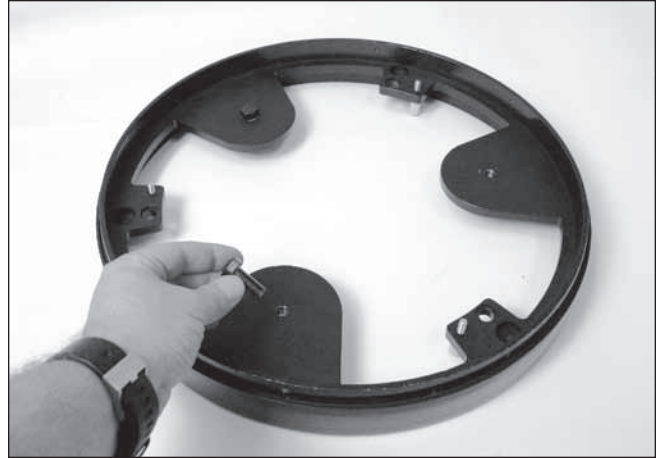

Abbildung 19. Führen Sie die drei Gegengewicht-Befestigungsschrauben in die Löcher des hinteren Endrings und ziehen Sie sie mit einem Schraubenschlüssel fest.
2. Schrauben Sie die drei Gegengewicht-Befestigungsschrauben in die entsprechenden Löcher im hinteren Endring, wie in **Abbildung 19** gezeigt. Der Kopf der Schrauben sollte dem Hauptspiegel am nächsten sein; das Gewindeende der Bolzenverbindungen sollte nach außen vorstehen, auf der gleichen Seite der Tragstruktur auf der sich die Kollimationsknöpfe befinden. Verwenden Sie einen verstellbaren Rollgabelschlüssel oder einen 16-mm-Schraubenschlüssel, um die Schrauben festzuziehen.